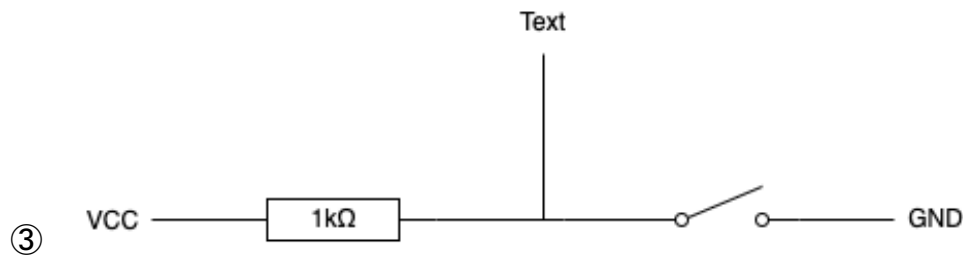

図 2：プルアップ抵抗を用いたスイッチ回路
- ② スイッチの回路を組む。スイッチにはチャタリング防止のためプルアップ抵抗を用いる。スイッチの回路図を図 2 に示す。